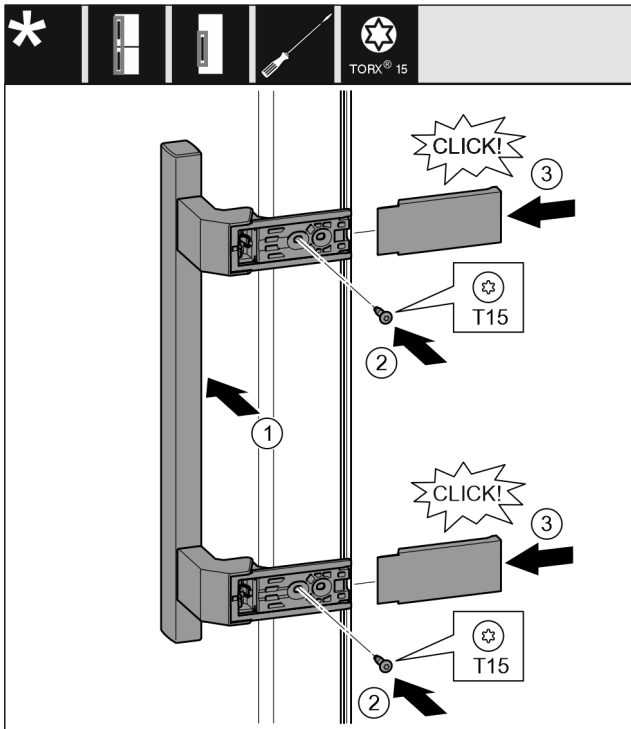

Fig. 40
- Aseta kahva vastakkaiselle puolelle. Fig. 40 (1)
- Kiristä ruuvit T15-ruuvimeisselillä. Fig. 40 (2)
- Aseta suojukset sivuttaisiin kohdalleen ja työnnä ne paikoilleen. Fig. 40 (3)